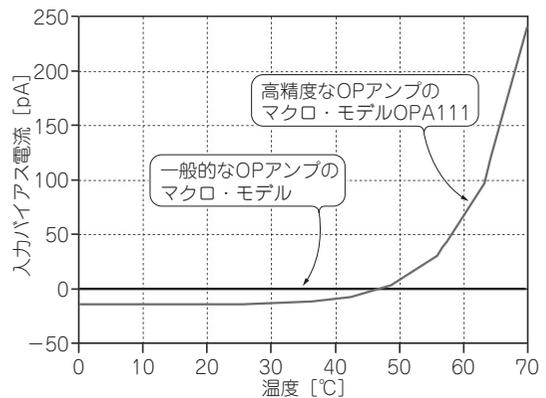

図2 高精度アンプのシミュレーションを実施するときは、誤差源となる入力バイアス電流や温度ドリフトを反映したOPアンプ・モデルを利用する
0.01lxクラスの光量を誤差なく測定するには、I-V変換段に使われるOPアンプの性能が重要です。入力バイアス電流は1pA、入力オフセット電圧ドリフトは1μV/°C、入力雑音電圧は1μV_{RMS}程度のOPアンプを利用するのが理想です。高精度タイプのOPアンプとして販売されていても、シミュレーション・モデルに入力バイアス電流や温度ドリフトの影響が組み込まれているとは限りません。図2に、一般的なOPアンプのシミュレーション・モデルと高精度なモデルとの入力バイアス電流対周囲温度を示します。